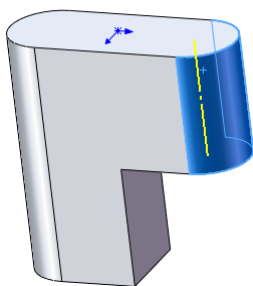

图 4-33 创建的基准轴
(3) 确认创建的基准轴。单击“基准轴”属性管理器中的（确定）按钮，将圆柱体临时轴确定为基准轴 4 如图 4-33 所示。